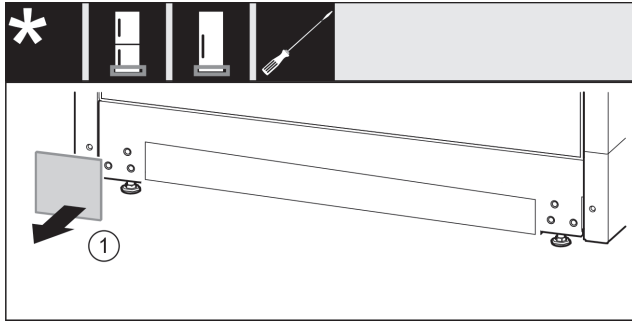

Fig. 35
- ▶ Ta av dekselet. Fig. 35 (1)